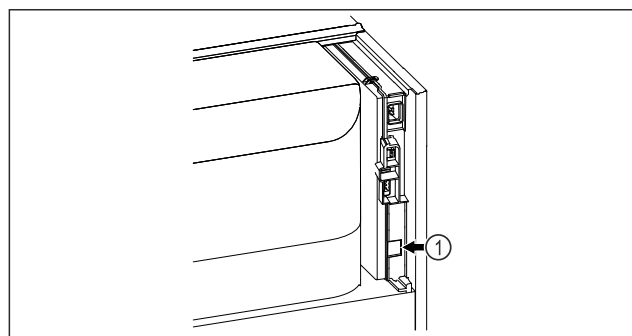

Fig. 95
- ☐ SmartModule Fig. 95 (1) is geplaatst.